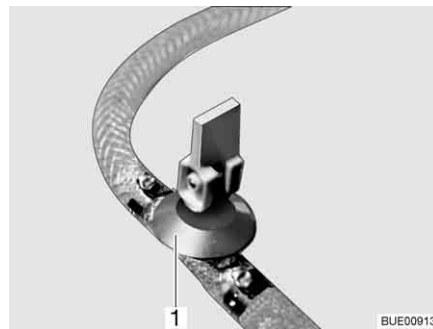

Fig. 151 Rubinetto di scarico
- Chiudere il rubinetto/i rubinetti di scarico. A questo scopo posizionare orizzontalmente la leva a bilanciere (Fig. 151,1).
- Aprire il rubinetto/i rubinetti di scarico (Fig. 151). A questo scopo posizionare verticalmente la leva a bilanciere (Fig. 151,1). Il boiler viene svuotato verso l'esterno.